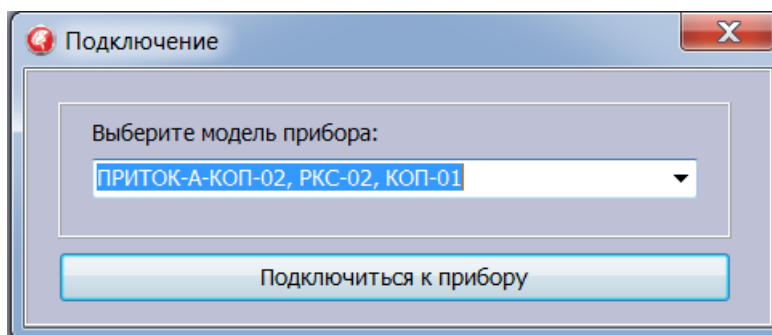

Рисунок 10 - Подключение к контроллеру
- 1) Запустить ПО «Конфигуратор параметров приборов серии Приток-А» версии 3.0.2 (39).
- 3) В программе выбрать команду «Прибор» → «Обновить прошивку», в появившемся окне выбрать из списка «ПРИТОК-А-КОП-02, РКС-02, КОП-01» и нажать «Подключиться к прибору» (см. рисунок 10).